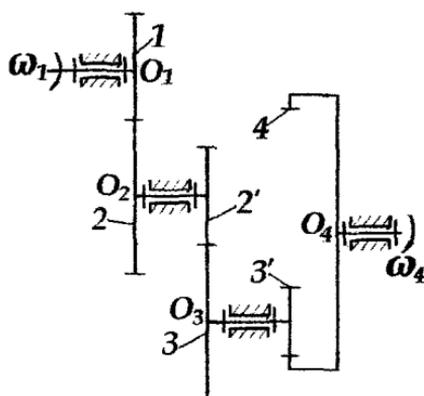

Рис. 7. Ступенчатый ряд
**Ступенчатый ряд.** Ступенчатый ряд (рис. 7) характеризуется тем, что на каждой промежуточной оси располагается по два зубчатых колеса, причём каждое из колёс входит в одно зацепление с другим колесом. Общее передаточное отношение ступенчатой зубчатой передачи равно произведению передаточных отношений отдельных ступеней
Например, для ступенчатого ряда, представленного на рис. 7,